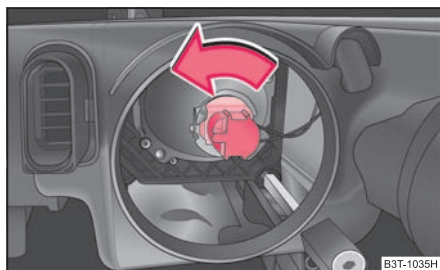

Fig. 235 Dépose de l'ampoule pour feu de croisement
- Faire tourner la fiche avec l'ampoule à fond vers la gauche et la sortir ⇒ fig. 235.